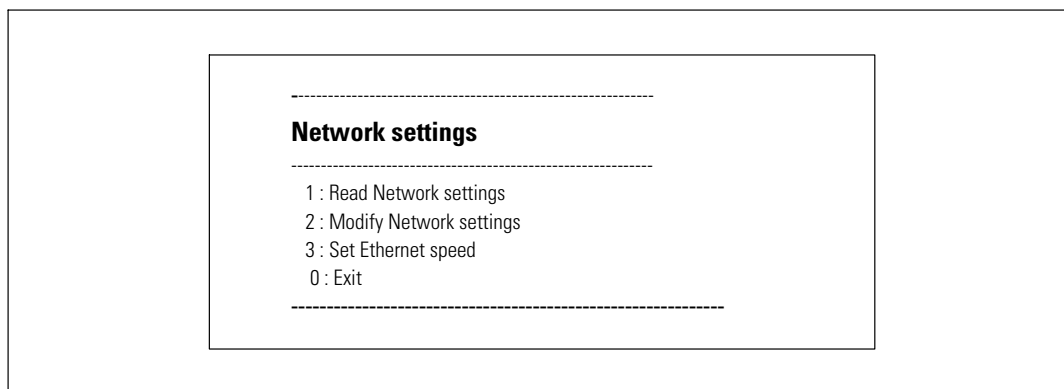

図 9. ネットワーク設定メニュー
- 1 メインメニューから、**2**とタイプし、**Enter**を押します。「ネットワーク設定」メニューが表示されます（図 9を参照）。